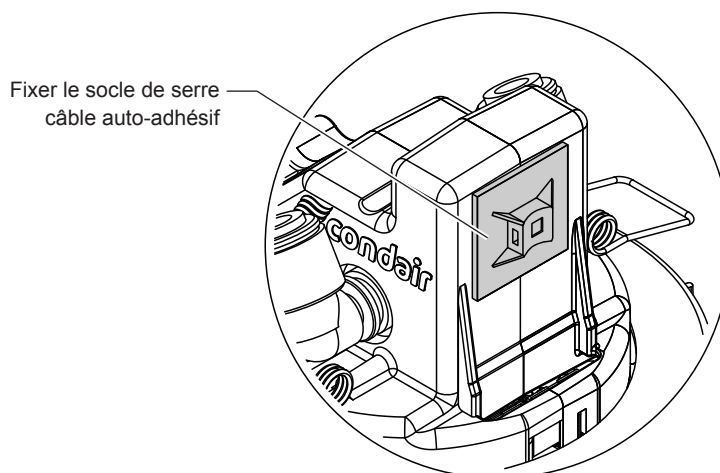

Fig. 28: Coller le socle de serre-câbles
- Coller le socle du serre-câble (accessoire de service) comme indiqué sur la Fig. 28, du côté des raccords de câbles de la tête de pulvérisation.